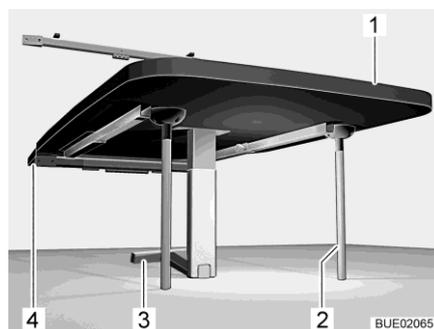

Fig. 134 Tavolo sospeso come struttura di supporto letto
- Sollevare il piano del tavolo (Fig. 134,1) dal davanti.
- Ribaltare di 90° la parte inferiore del supporto snodabile (Fig. 134,3).
- Inserire altri due montanti di supporto (Fig. 134,2) negli alloggiamenti sul lato inferiore del piano del tavolo.
- Inserire il tavolo nel listello di supporto inferiore (Fig. 134,4) e bloccarlo.